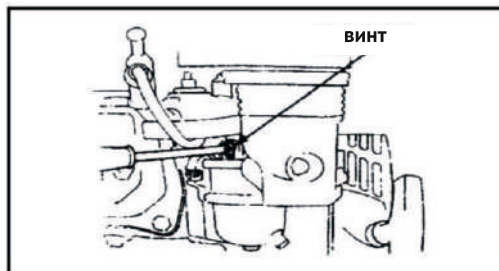

Рис. 20
7.6. Регулировка холостого хода (рис. 20)